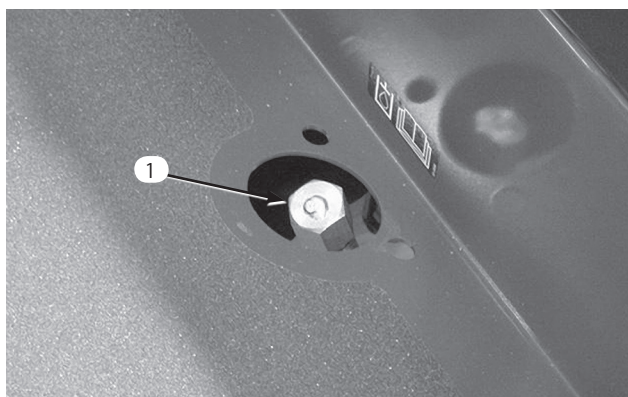

図17
2. ディップスティック・キャップ (図17) を外し、ウェスで拭う。ディップスティックをもう一度首まで差し込んで軽く締めしてから抜き取り、オイルの量を点検する。ディップスティックについている溝マーク (図17) から13 mm 以内になれば、使用しているものと同じオイルを適正量まで補給する。入れすぎないように注意すること。